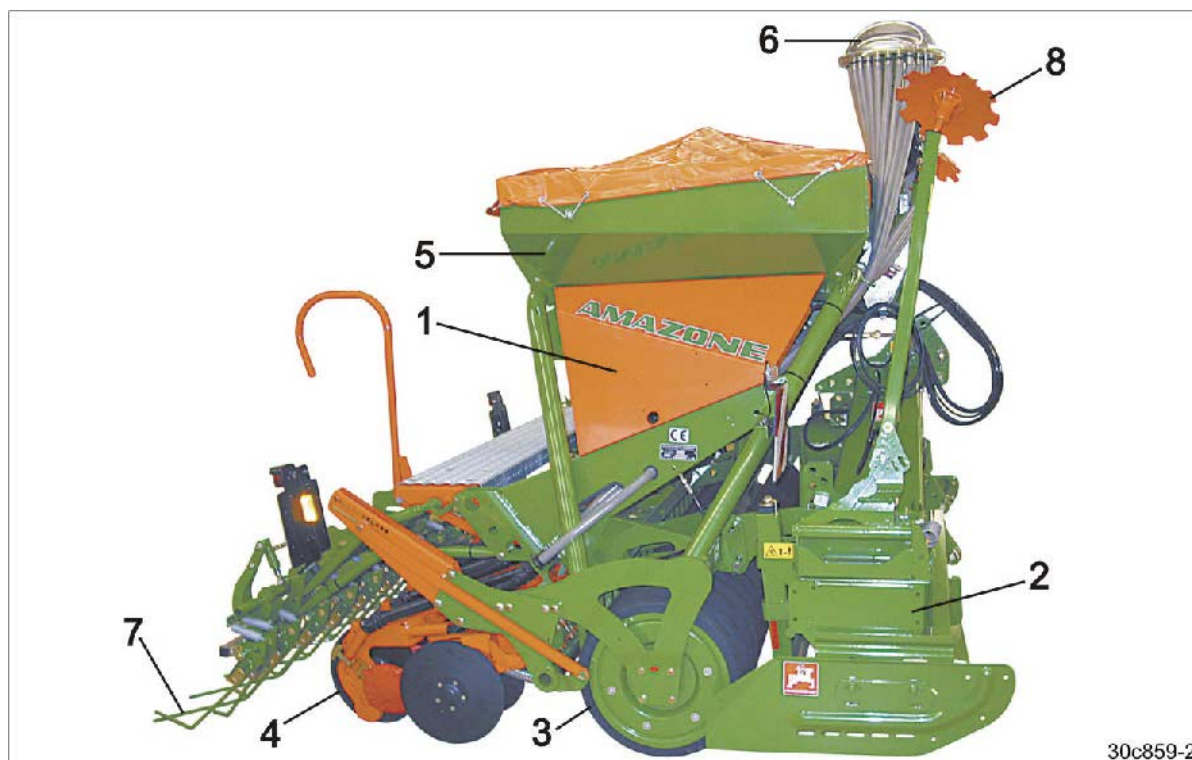

Fig. 20
Den trykkluftdrevne påbyggsåmaskinen AD-P Super (Fig. 20/1) med kileringtrommel (Fig. 20/3) eller tannpakkertrommel brukes som del av en kombinasjon med en jordbearbeidingsmaskin
- AMAZONE-rotorkultivator (Fig. 20/2) eller
Med rotorkultivatoren (Fig. 20/2) er såing i jorddekke mulig når AD-P Super er utstyrt med RoTeC-labb (Fig. 20/4).
Sågods transporteres i såkassen (Fig. 20/5).
Luftstrømmen transporterer sågodset til fordelerhodet (Fig. 20/6), som fordeler sågodset likt til alle labber (Fig. 20/4).
Frøene legges ned i jorda i stripene som lages av kileringene (Fig. 20/3). Etter eget valg kan man bruke tannpakkertrommelen.
Sågodset dekkes til med løs jord av langfingerharven (Fig. 20/7).
Neste kjørespor blir anvist av markørene (Fig. 20/8) som markerer